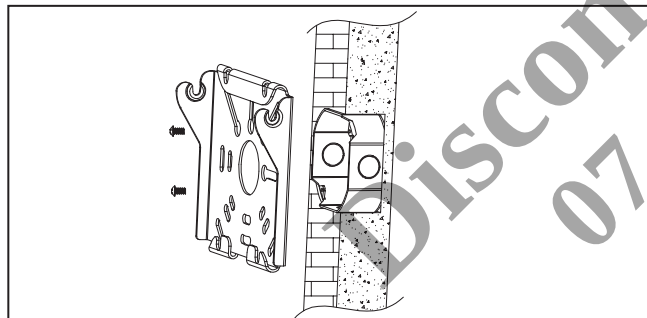

Figure 2.
2. Utilisez des vis de montage (non fournies) pour fixer la plaque de montage à la boîte de connexion (non fournie). Notez que les crochets pour les vis doivent être orientés vers l'extérieur une fois installés. (Figure 2)